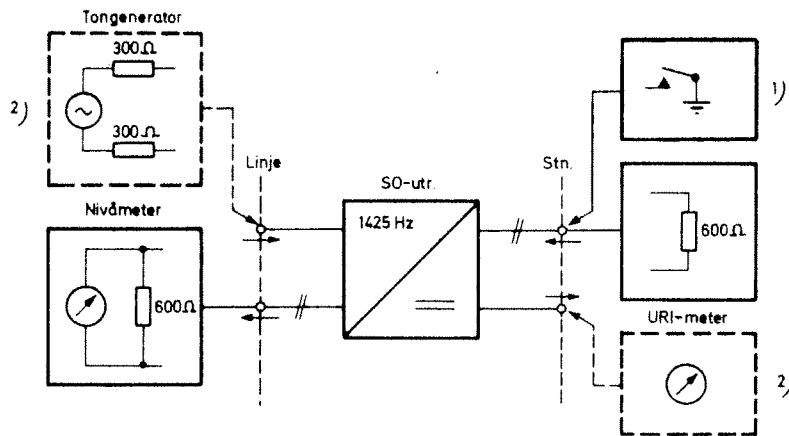

Bild 1. Fyrtrådskopplad
3.2.2 Koppla upp enligt bild 1 eller 2.
3.2.3 Signalera i riktning från stationssidan, bild 1 och 2.
När man signalerar genom att stomansluta C-tråden från abonnenten enligt bild 1 (vanligen kontakthylsan i ÖJ/MK-OK stationssida) ska ett avslutningsmotstånd anslutas, bild 1.
- Koppla upp enligt bild 1 eller 2.
- Genom att resistansmäta mellan C-tråden (i mottagarriktningen) och stomme, bild 1.